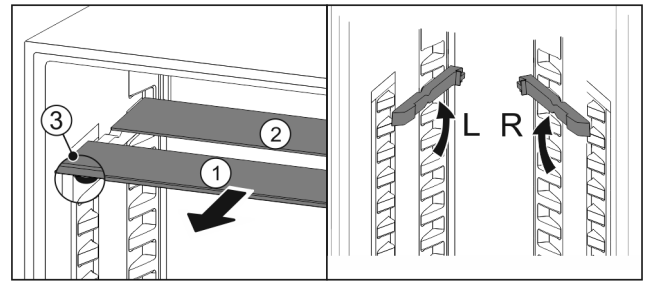

Fig. 125
- ▶ Glasplatten einzeln nach vorne herausziehen *Fig. 125 (1)*.
- ▷ Glasplatte *Fig. 125 (1)* mit Zierleiste liegt vorne.
- ▷ Stopps *Fig. 125 (3)* zeigen nach unten.